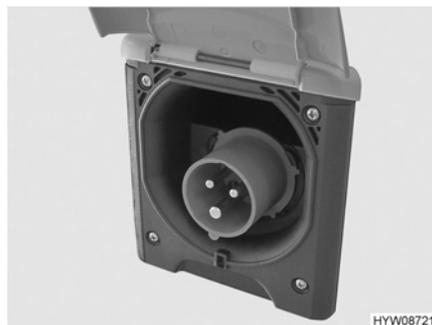

Fig. 74 Conexión de 230 V en el vehículo (caja de enchufe CEE)
- Abrir la cubierta de la conexión de 230 V en el vehículo (Fig. 74) y enchufar el conector enchufable. Prestar atención a que la saliente de retención de la tapa con resorte esté engatillada.